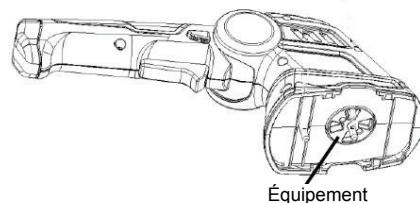

Fig. 2
2. Une fois la lame retirée, vous pourrez voir les roues dentées du réducteur (Fig. 2). Assurez-vous qu'aucune saleté ne pénètre dans le réducteur lors du changement de lame.